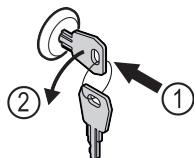

Fig. 167
- Uvucite ključ. Fig. 167 (1)
- Okrenite ključ za 90° nalijevo. Fig. 167 (2)